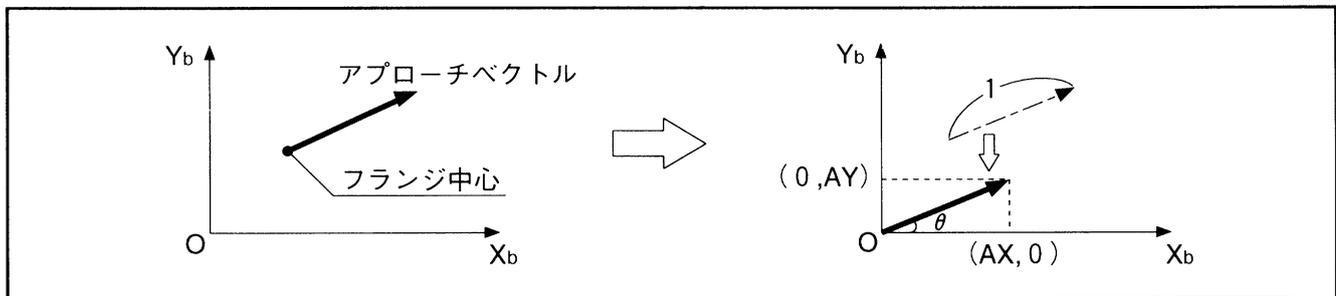

図2-37 アプローチベクトルが X_bY_b 平面と平行の場合
- (1) 2次元（平面）ベクトルの場合 アプローチベクトルが X_bY_b 平面と平行の場合は2次元（平面）ベクトルとなります。（図2-37）
アプローチベクトルが X_b 軸となす角を θ とすると、アプローチベクトルの長さは1であるから図2-37より